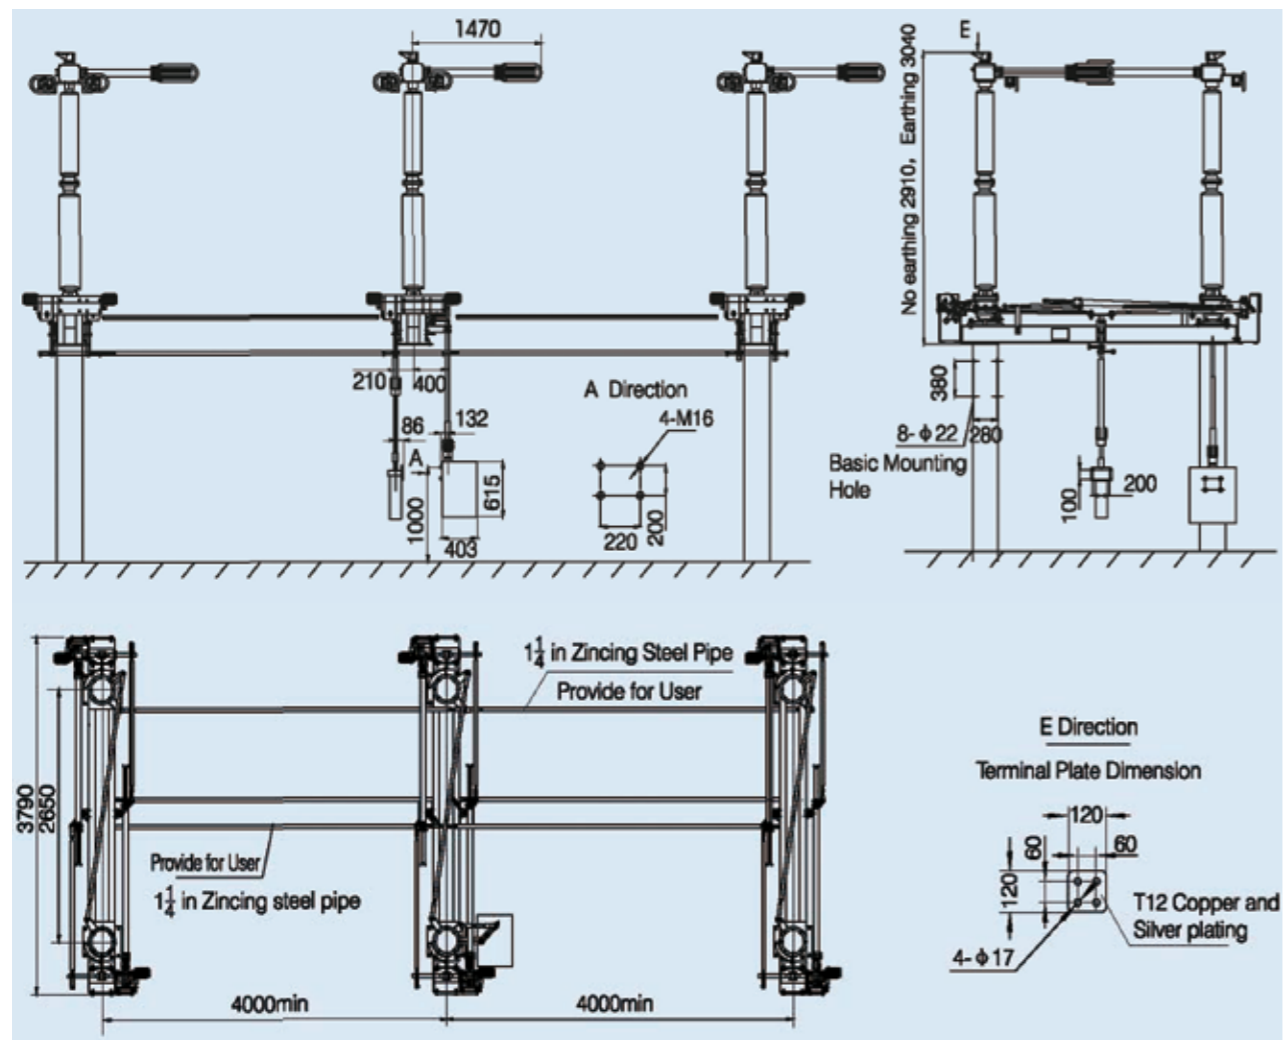

Рис. 6.5 Разъединитель типа GW4-252IIDW
6.4 Разъединитель типа GW4-252IIDW (см. рис. 6.5).